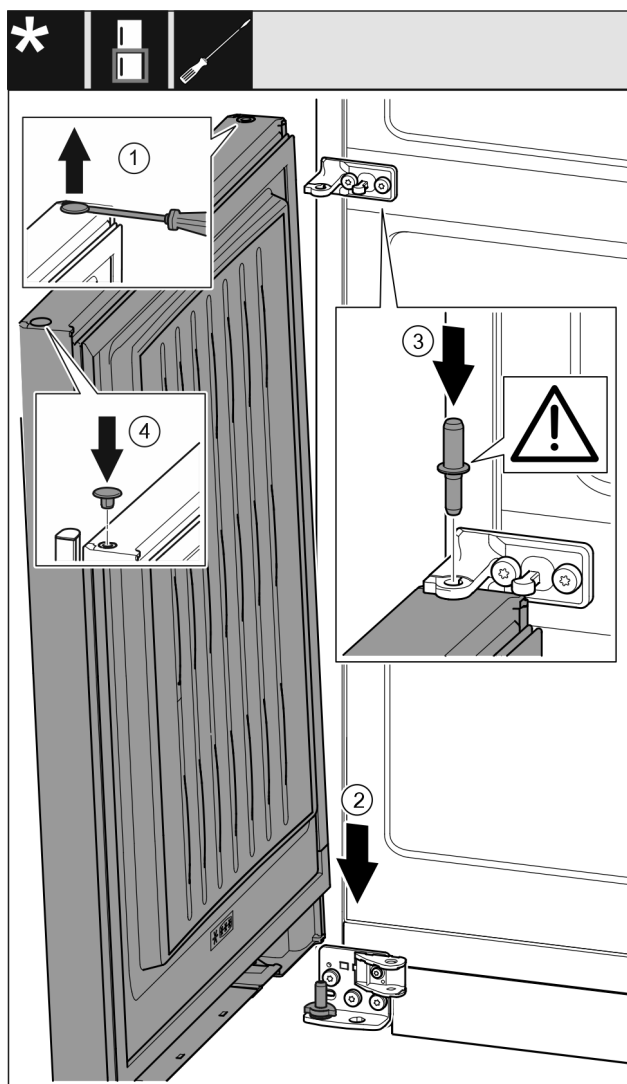

Fig. 41
- ▶ Zátku opatrně nadzvedněte plochým šroubovákem a vytáhněte. Fig. 41 (1)
- ▶ Dveře nasadte shora na dolní ložiskový čep. Fig. 41 (2)
- ▶ Prostřední ložiskový čep vložte do dolních dveří přes prostřední stojan ložiska. Přitom dávejte pozor, aby zajišťovací vačka směřovala dozadu. Fig. 41 (3)
- ▶ Zátku opět vložte na druhé straně dveří. Fig. 41 (4)